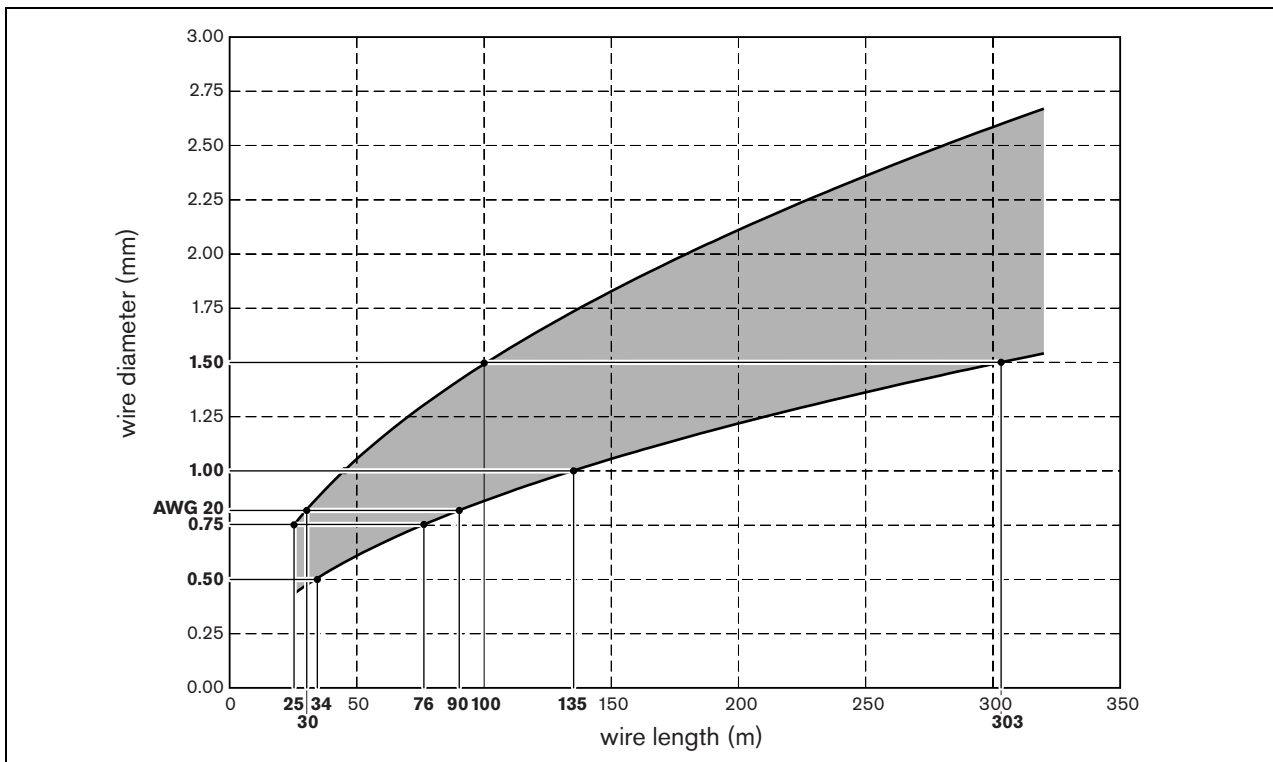

Abbildung 2.9: Drahtdurchmesser im Verhältnis zur Drahtlänge (Kupferdrähte)
- 2 Verwenden Sie Abbildung 2.9, um den zulässigen Drahtdurchmesser zu ermitteln.
In einem rechteckigen Raum mit einer Breite von beispielsweise 10 m und einer Länge von 30 m wäre die Drahtlänge 80 m. Gemäß Abbildung 2.9 muss der Drahtdurchmesser zwischen 0,77 und 1,34 mm liegen. Somit können Sie AWG 20-Draht (amerikanische Norm für Drahtquerschnitte) oder einen Draht mit einem Standarddurchmesser von 1,00 mm verwenden.